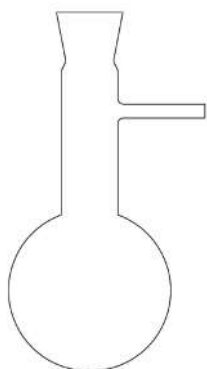

Рис. 19. Колба Вюрца
3. **Колба Вюрца** (рис. 19) – стандартная круглодонная колба, которая имеет специальный отвод. Отвод нужен для вставки в него прямоочного холодильника, известного как холодильник Вейгеля-Либиха. Устройство колбы Вюрца позволяет использовать ее для проведения перегонки в условиях атмосферного давления. Работает этот реакционный сосуд